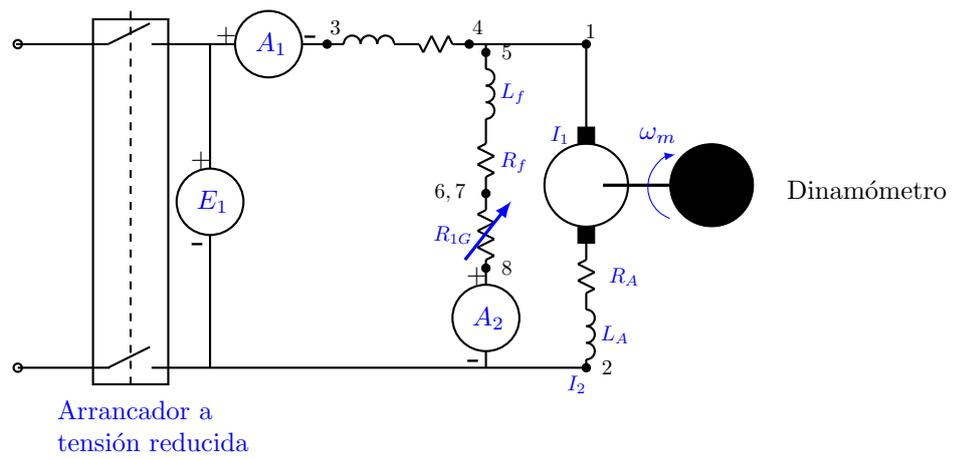

Figura 6: Motor compuesto acumulativo conexión corta.
1. Monte el circuito de la figura 6, el cual corresponde a un motor compuesto conexión corta acumulativa.